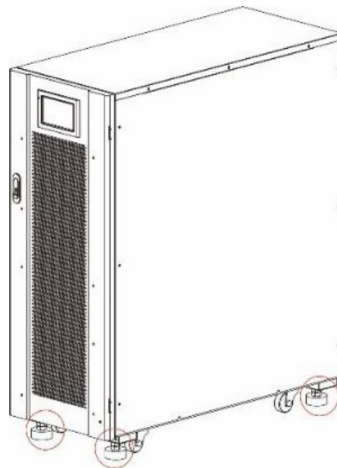

Figura 3-3 · Levantamento dos pés de apoio
7. Gire a chave no sentido anti-horário para levantar os quatro pés de apoio na base do nobreak, até que as quatro rodas estejam apoiadas por igual e os pés fiquem totalmente suspensos. Ver Figura 3-3.